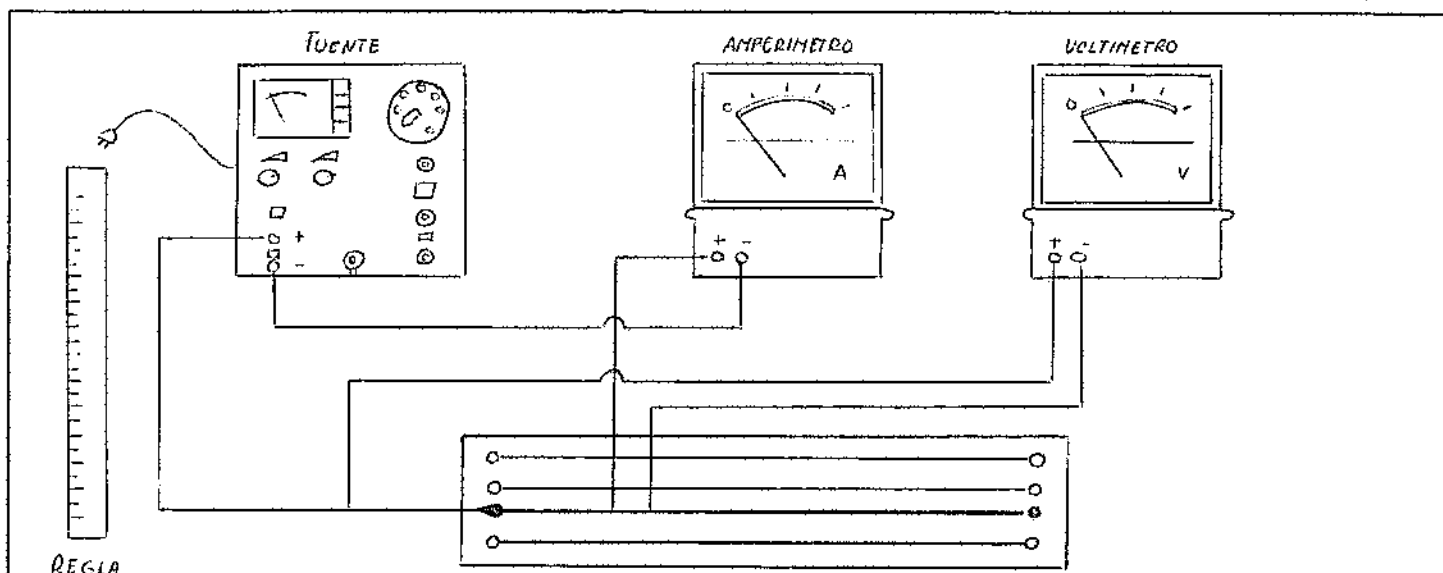

Ilustración 1.
2. Armar el circuito de acuerdo con la Ilustración 1: amperímetro en serie y voltímetro en paralelo. Encender los instrumentos de medida. El ramal negativo será común para los dos instrumentos de medida.
3. Poner en funcionamiento la fuente de voltaje, hacer conexión con el segundo conductor y medir la caída de potencial (V) y la intensidad de corriente (I) para longitudes (L) de: (0,20; 0,40; 0,60; 0,80; 1,00) m (para los conductores de Ni-Cr con escala de 100 mV y 100 mA aproximadamente una medida de 50 mV; para el conductor de cobre Cu ubicar las escalas de 300 mA e igualmente una medida de 50 mV). La medición se hará de izquierda a derecha a fin de no provocar cortocircuito. Registrar los valores en la tabla 1.
4. Hacer conexión en los extremos de cada conductor y medir caídas de potencial (V) e intensidad de corriente (I). Los valores encontrados, registrar en la Tabla 2.